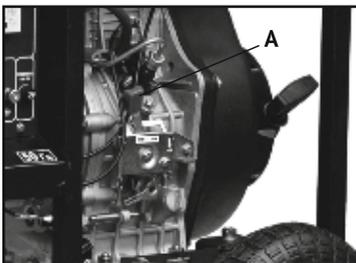

Рис. 8
- Установить аварийный выключатель двигателя (рис.8, **A**) в положение ПУСК.